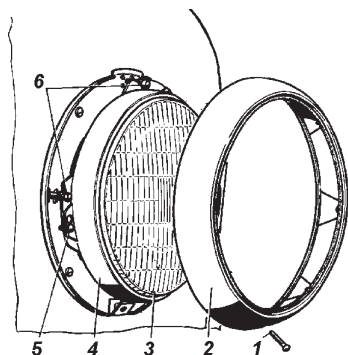
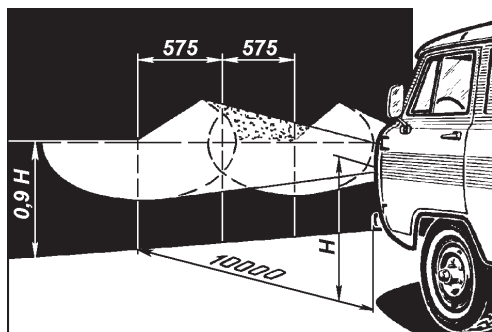

Рис. 9.37. Фара:
Рис. 9.38. Разметка экрана для регулировки фар:
Для замены лампы в фаре необходимо отвернуть винт 1 (рис. 9.37) и снять декоративный ободок 2. Ослабить три винта 5 и снять внутренний ободок 4 с оптическим элементом 3.
3. Включите ближний свет и, закрыв одну из фар, отрегулируйте другую винтами 6 (см. рис. 9.37) так, чтобы световое пятно на стене или экране было расположено, как показано на рис. 9.38. Регулирующие винты фар расположены симметрично центра фар в горизонтальной плоскости.